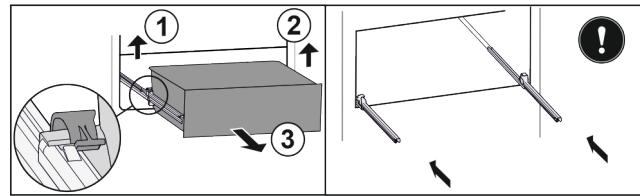

Fig. 18*
▶ 提起左侧夹子，同时将抽屉左侧向前拉 Fig. 18 (1)。
▶ 提起右侧夹子，同时将抽屉右侧向前拉 Fig. 18 (2)。
▶ 朝前取出抽屉 Fig. 18 (3)。